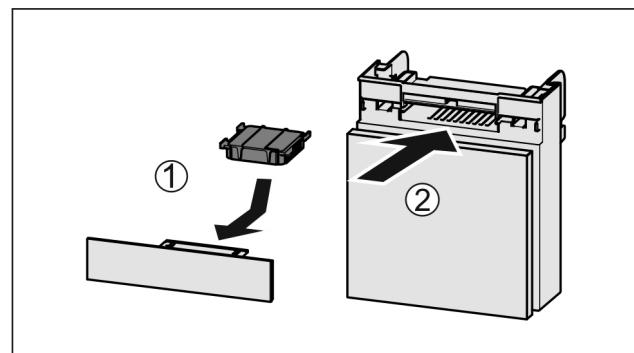

Fig. 51
- Поставете Fig. 51 (1) филтъра с активен въглен, както е показано на фигуранта.
- Вкарайте Fig. 51 (2) отделението.